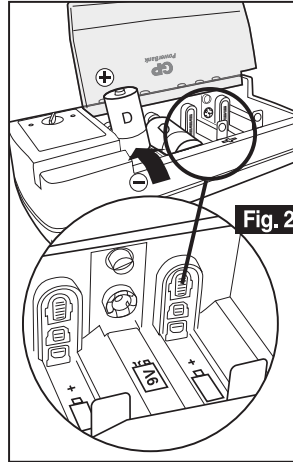

Fig. 2
2. Umieścić od 1 do 4 akumulatorów AA/AAA/C/D lub 1 do 2 akumulatorów 9V w gniazdach, zwracając uwagę na polaryzację (+/-). Dopuszczalne konfiguracje pokazane są na rysunku (Fig. 2). Nie wolno ładować jednocześnie akumulatorów o różnych rozmiarach ani pojemnościach (Fig. 3).